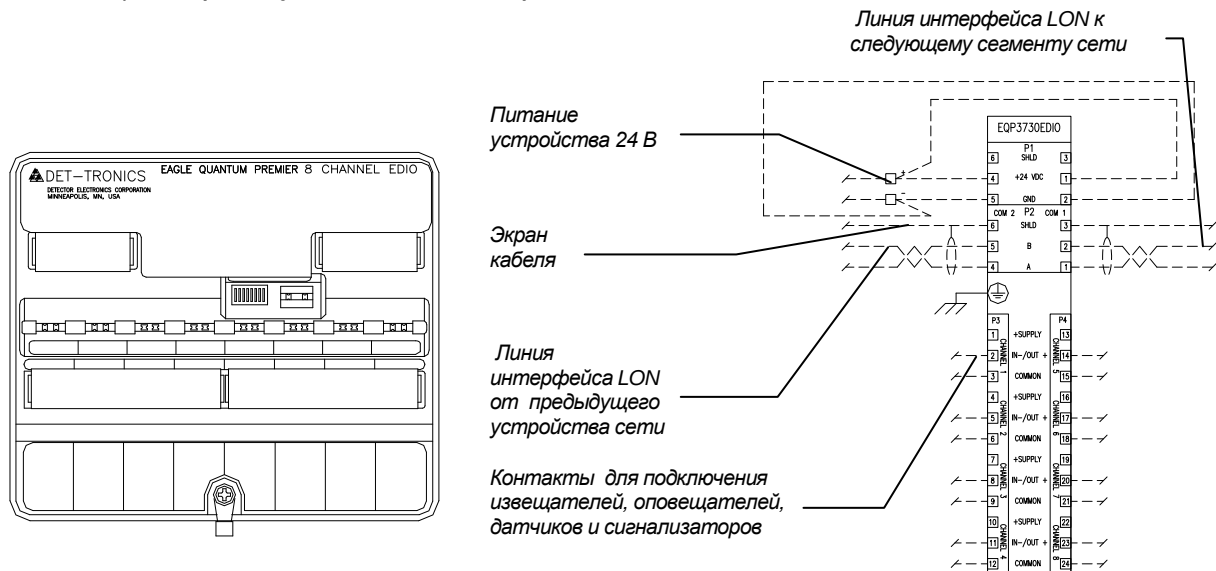
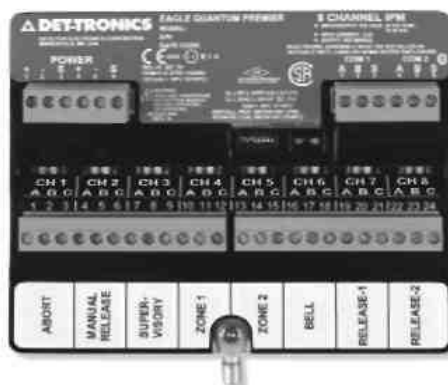

Рисунок 7. Модуль ввода-вывода EQ3700DCIO (EQ3730EDIO).
Рисунок 10. Модуль мониторинг EQ3740IPM.
2.1.7 Модуль мониторинг EQ3740IPM (рисунок 10) обеспечивает работу восьми индивидуально конфигурируемых каналов ввода-вывода, и предназначен для выполнения автоматической пожарной охраны локальной зоны, одновременно осуществляя мониторинг работы всей системы за счёт постоянного контроля своих входов и выходов, а также целостности подключения шлейфа LON к EQP. Модуль EQ3740IPM может выполнять функции охраны локальной зоны в резервном режиме без участия контроллера. Клеммы подключения аналогичны модулю ввода-вывода EQ3700DCIO (рисунок 7). Более подробную информацию можно прочитать в руководстве по эксплуатации на EQP фирмы Det-Tronics (номер документа 95-3533).